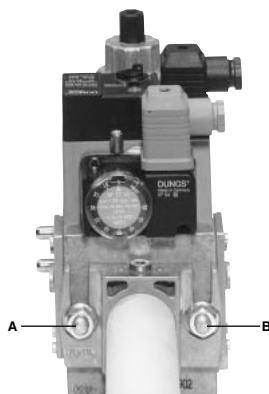
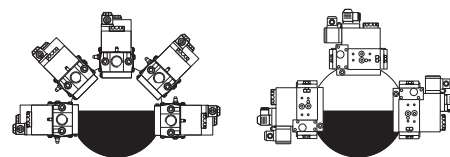

Fig. 5
Fig. 8
3. Strangeti suruburile A, B, C si D (Fig. 5 - Fig. 6), in conformitate cu pozitiile de montare (Fig. 8) ;